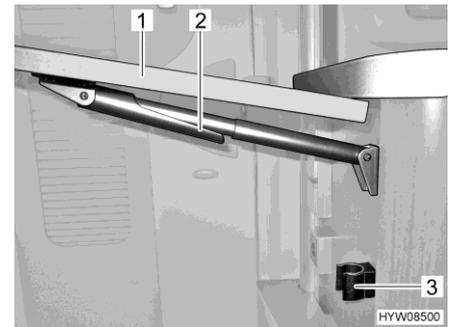

Fig. 94 Plegar la mesa de bar plegable
- Agarrar el extremo de la mesa de bar plegable (Fig. 94,1) y levantar la misma un poco. Con la otra mano girar la fijación (Fig. 94,2) en el soporte telescópico hacia abajo.
- Girar el tablero de la mesa hacia abajo hasta que engatille la fijación del soporte telescópico en el soporte (Fig. 94,3).